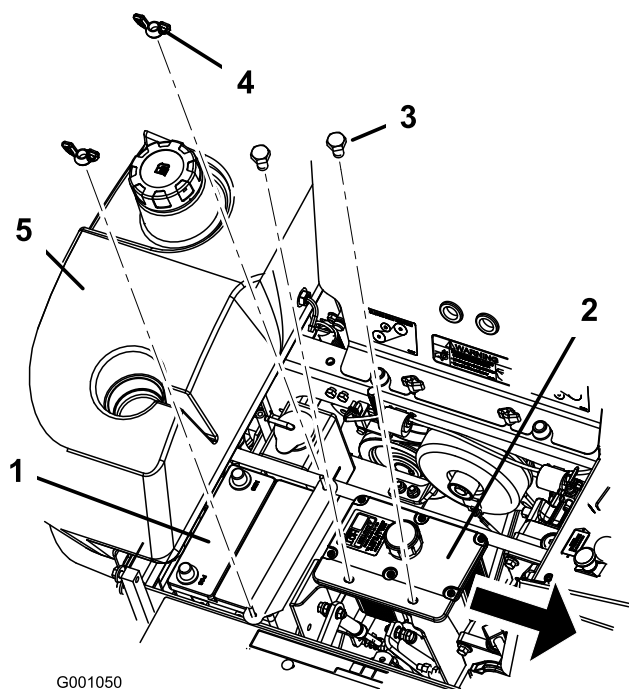

Figure 44
6. Retirez les deux écrous papillons (1/4 pouce) qui fixent la barrette de maintien de la batterie (Figure 44).
7. Retirez les deux boulons de fixation du réservoir hydraulique (Figure 44).
6. Fixez la batterie en position avec des boulons en J, une barrette de maintien et 2 rondelles (1/4"), ainsi que 2 écrous à oreilles (1/4") (Figure 44).